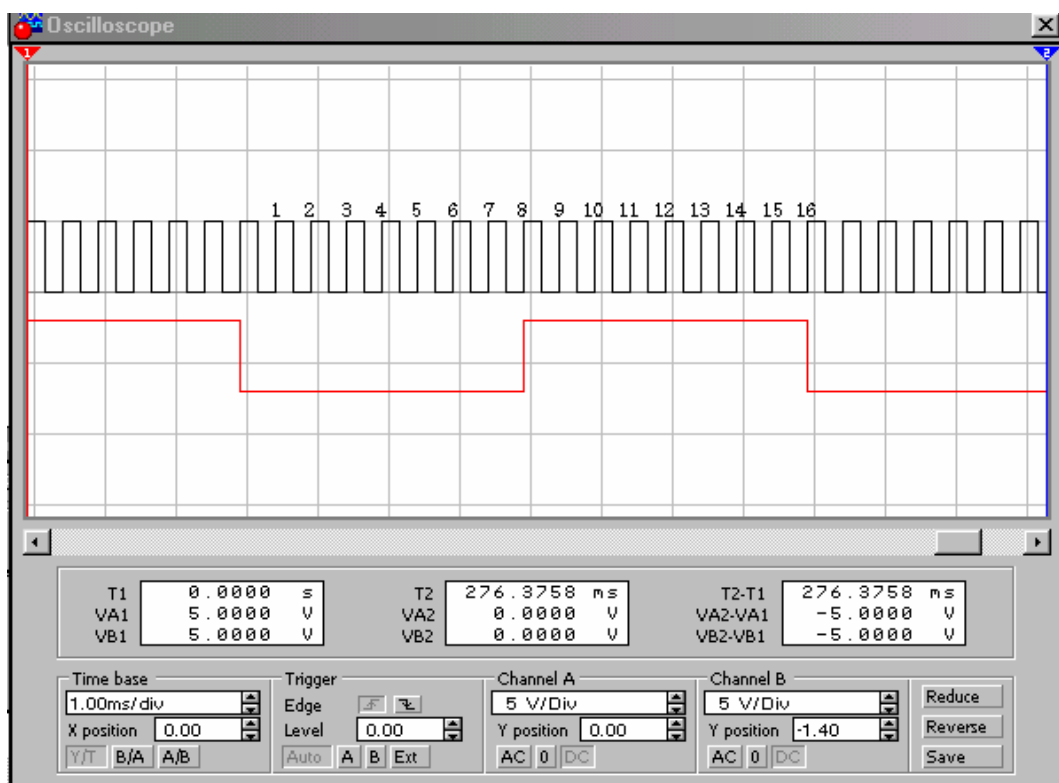

Рисунок 4.6
- розгорнути зображення на весь екран горизонтальною прокруткою (рис. 4.6).